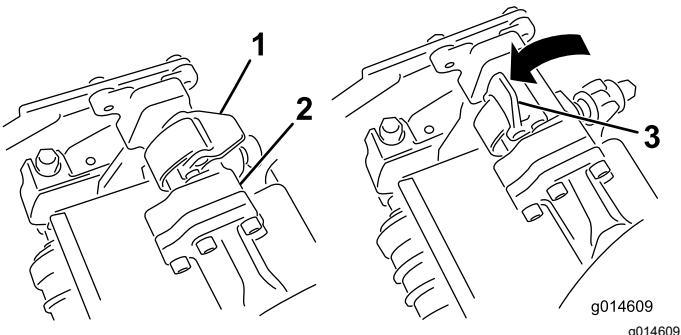

Figura 65
4. Abra los enganches de la barra del brazo de suspensión (Figura 65) y empuje hacia abajo el brazo de suspensión hasta que la barra encaje sobre ambos brazos de inclinación de la unidad de corte, y asegúrese de que los cierres pasan por debajo del travesaño de la unidad de corte (Figura 66).
5. Presione los enganches hacia abajo alrededor de la barra de la unidad de corte y bloquéelas (Figura 65).
6. Abra los enganches de la barra del brazo de suspensión de la unidad de corte que está retirando (Figura 65).